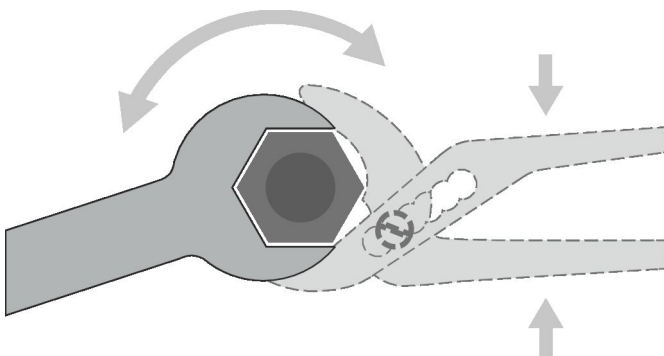

Abb. 31: Mit Rohrzanze gegenhalten
- 1 ▶ Den Gewindeanschluss des Wärmeübertragers mit einer Rohrzanze (Abb. 31 /2) fixieren.
- 2 ▶ Den Wärmeübertrager unter permanentem Gegenhalten des Gewindeanschlusses mit einem Sechskantschlüssel (Abb. 31 /1) an den bauseitigen Anschluss anschließen.